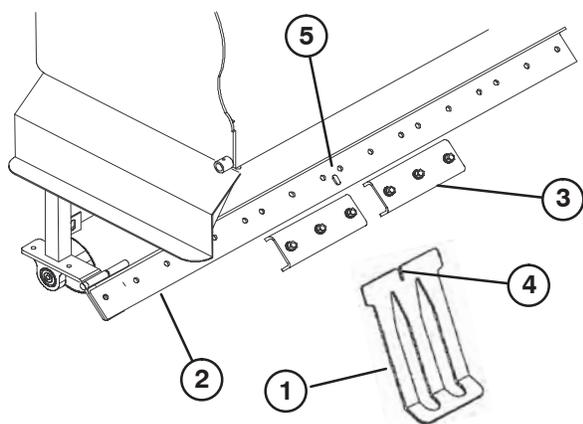

Figure 14
1. Desserrez les écrous retenant les fixations des protège-gazon à la barre porte-protège-gazon (Fig. 14).
2. Glissez le protège-gazon approprié sous la fixation centrale tout en insérant l'encoche sur la clé d'emplacement de la barre porte-protège-gazon (Fig. 14). Reportez-vous à la remarque de la table des accessoires, page 17.
1. Desserrez les fixations de chaque extrémité du raclor à la languette de fixation du raclor (Fig. 14).